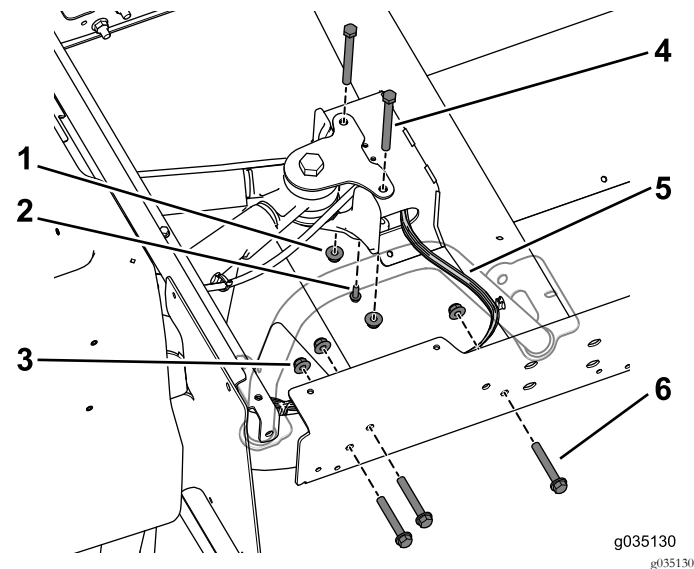

Figura 77
8. Utilize os três parafusos (3/8 x 2 1/2 pol.) e as porcas flangeadas para instalar sem apertar a calha de extensão na estrutura traseira (Figura 77). Faça isto em ambos os lados da máquina.
Nota: Certifique-se de que a cablagem sai do canal central no lado direito (Figura 77).
9. Utilize o parafuso autorroscante (1/4 x 3/4 pol.) para instalar a união em T da linha do travão no canal central (Figura 77).
10. Utilize os dois parafusos (3/8 x 3 3/4 pol.) e as porcas flangeadas para instalar sem apertar o canal central na montagem traseira (Figura 77).